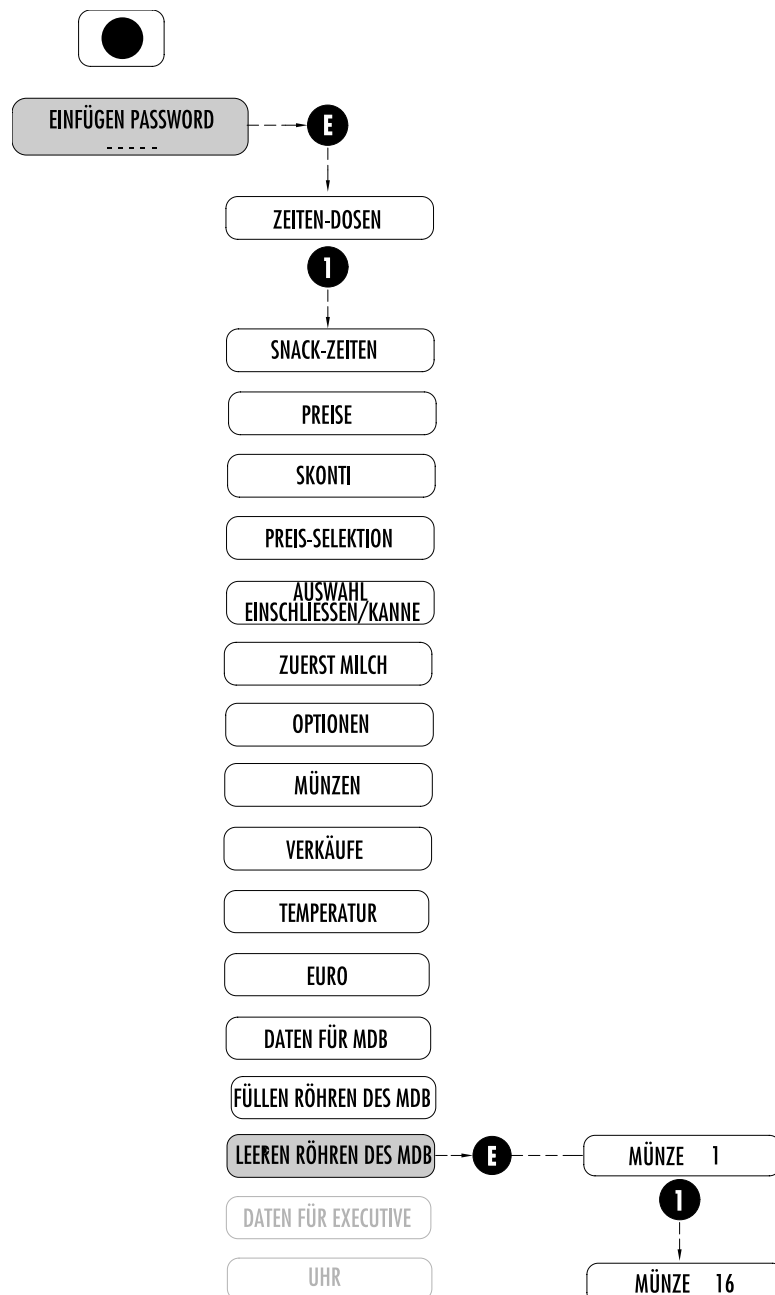

Abb.7.18
7.2.15 LEEREN DER RÖHREN DES MDB (Abb. 7.18)